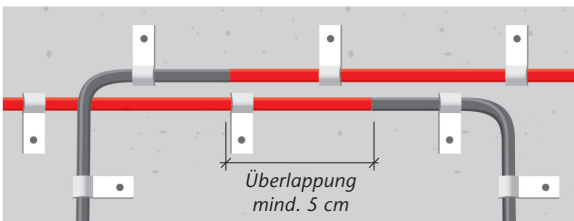
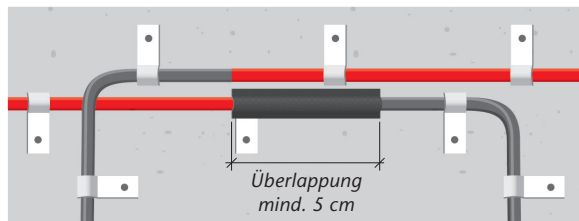

Abb. 3a
Abb. 3b
- an Stößen werden die Schlauchenden ≈ 5 cm überlappt (Abb. 3a), wobei beim **WEBAC® Injektionsschlauch Typ 2** (Abb. 3b) einer der beiden Schläuche in diesem Bereich abgeklebt wird, um ein vorzeitiges Eindringen des Injektionsharzes in den nächsten Injektionsabschnitt zu verhindern